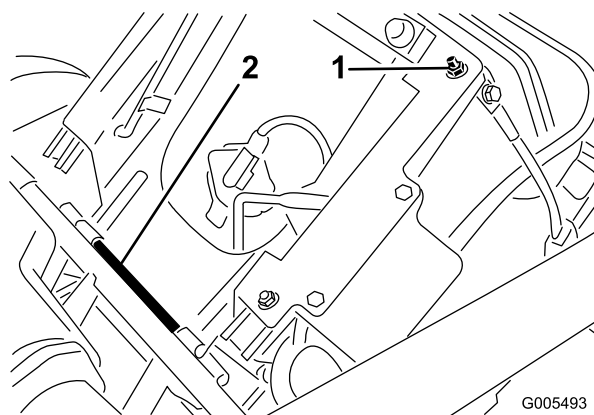

Figure 5
1. Retirez le contre-écrou (Figure 5) et la patte du siège (utilisée pour l'expédition) qui sont fixés à la vis de réglage arrière droite du siège. Mettez-les au rebut. Patte non illustrée.
2. Retirez la goupille fendue et la tige de pivot de fixation du siège (position d'expédition). Enlevez le siège (Figure 5). Jetez la goupille fendue.